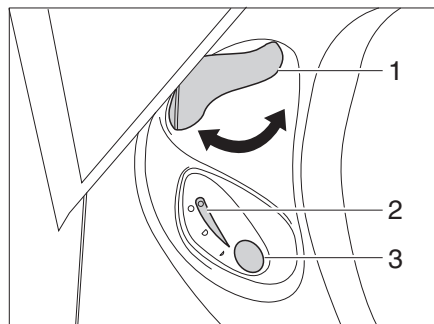

Bild 152 Bedieneinheit Thetford-Toilette
- Vor dem Spülen den Schieber der Thetford-Toilette öffnen. Dazu den Schieberhebel (Bild 152,1) entgegen dem Uhrzeigersinn drehen.
- Zum Spülen den blauen Spülknopf (Bild 152,3) drücken.
- Nach dem Spülen den Schieber schließen. Dazu den Schieberhebel (Bild 152,1) im Uhrzeigersinn drehen.
Die Kontroll-Leuchte (Bild 152,2) leuchtet, wenn die Thetford-Kassette entleert werden muss.
- Den Schieberhebel (Bild 152,1) im Uhrzeigersinn drehen. Der Schieber wird geschlossen. Zum Entleeren **muss** in der Thetford-Toilette der Schieber geschlossen sein.